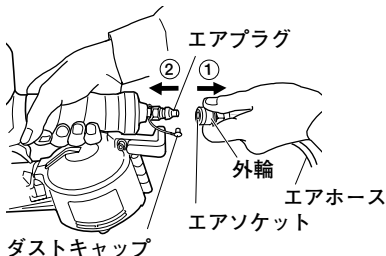

図 5
本機にエアホースを接続する場合はエアプラグからダストキャップをはずし、図5のように、①エアソケットの外輪を引き、②エアソケットをエアプラグにしっかりとさし込んでエアホースを接続します。(手を離すと外輪は戻ります。)